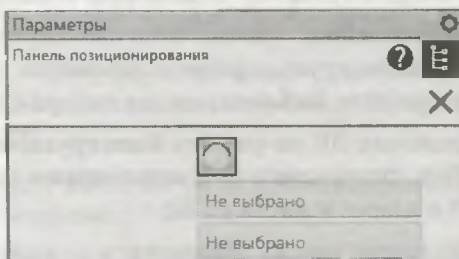

Рис. 30.29. Панель Параметры: Позиционирование
- ◆ щелкните ЛК мыши по разделу **Проточка по ГОСТ 10549-80 для наружной резьбы** — в графической области появятся модель вала и панель **Панель позиционирования** (рис. 30.29);